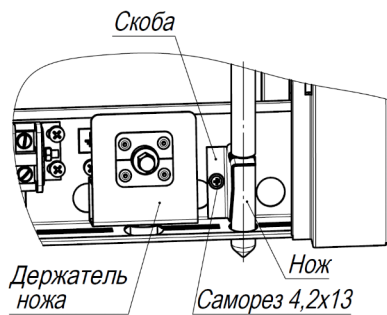

Рис.1
5.3. Вынуть из корпуса держатель ножа, срезав хомут, и нож, открыв саморез 4,2х13 и удалив скобу, крепящую нож (рис.1). Установить стенку заднюю на место (вставить в проем, приподняв вверх под крышку, и затем опустить ее прижимая к корпусу, чтобы крючки вошли в отверстия). Закрепить стенку заднюю винтом М5х12 (рис.2).